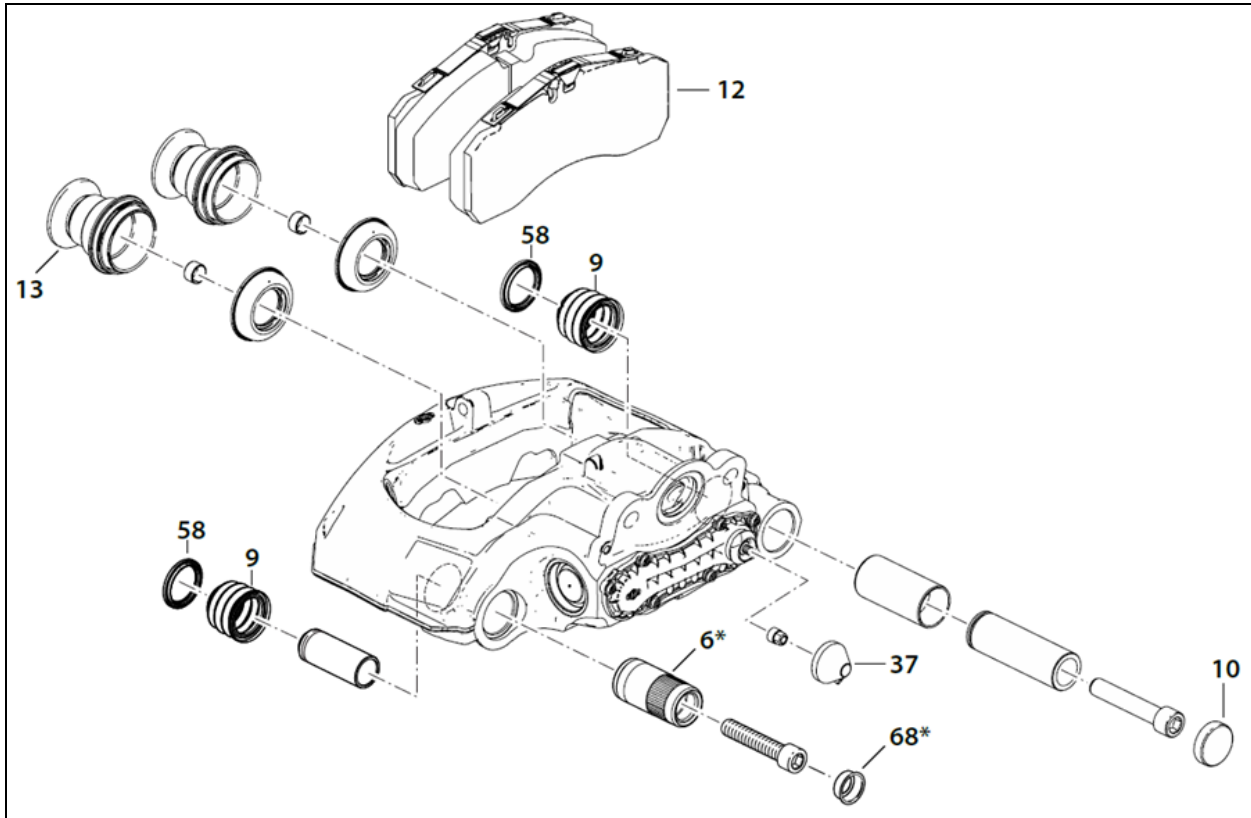

FIGURE 66: IDENTIFICATION DES POINTS D'INSPECTION
À chaque remplacement de plaquette, vérifier si l'étrier coulisse librement sur toute sa plage de déplacement. Si l'étrier présente les signes suivants, remplacer le manchon de guidage (6c, Figure 66), la goupille de guidage (items 4 & 5), la vis (39 & 40) et le capuchon (items 10 & 68).